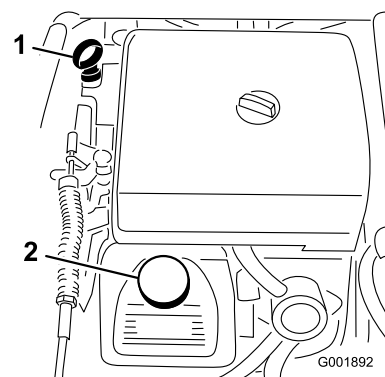

Figure 50
2. Retirez la jauge et essuyez-la sur un chiffon propre (Figure 50). Remettez la jauge dans le tube en vérifiant qu'elle est enfoncée au maximum. Sortez de nouveau la jauge et vérifiez le niveau d'huile.
3. Si le niveau est trop bas, enlevez le bouchon de remplissage du couvre-culasse (Figure 50) et versez la quantité d'huile nécessaire dans l'orifice pour faire monter le niveau jusqu'au repère maximum de la jauge. Versez l'huile lentement et vérifiez souvent le niveau durant la procédure. Ne remplissez pas excessivement.
- Versez lentement environ 80% de la quantité d'huile spécifiée dans le goulot de remplissage (Figure 50).